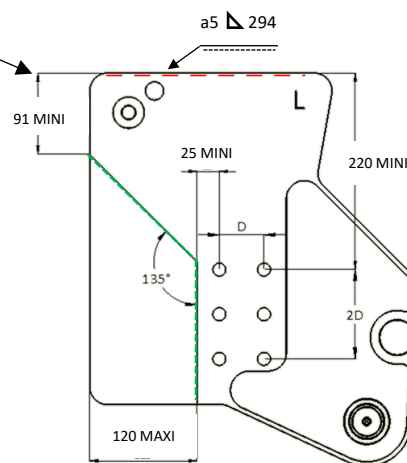

Figure 13
- Recouper les platines en respectant les dimensions des figures 13 et 14.